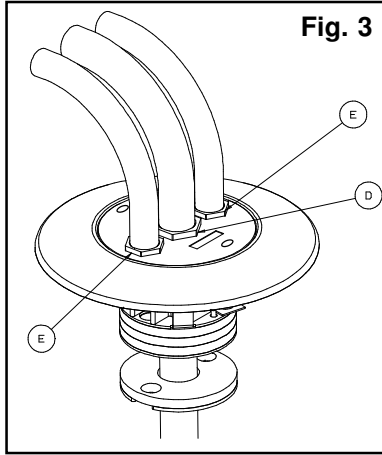

Fig. 3
**NOTICE:** For Power Service in multiple service applications, remove the center 3/4 inch die cast plug and replace with a 3/4 inch screw-in flexible conduit fitting **D** (furnished). **Fig. 3.** For single service applications remove the center knockout and install a 3/4 inch non-metallic Liquidtight connector. Coat cover mounting screw (two) countersinks with sealant compound in order to insure water tightness. Ten #12 AWG type THHN power wires may be fed up through the hole. Install the appropriate size junction box.
For Communication Service remove either or both 1/2 inch die cast plug(s) and replace with a 1/2-inch screw-in flexible conduit fitting(s) **E** (furnished). **Fig. 3.** One 25 pair telephone/data cable may be fed up through each hole. Apply Teflon tape or sealant over conduit fitting's threads. Use only liquidtight conduit (POLYTUFF) in order to insure liquid tightness. Openings must always be plugged (liquid tight) when not in use.
**AVIS –** Pour le service d'alimentation électrique dans des applications multiservices, retirer l'obturateur matricé central de 19 mm et le remplacer par un raccord fileté de 19 mm **D** (fourni) pour conduit flexible. **Fig. 3.** Pour applications avec service simple, retirer la débouchure centrale et fixer un raccord étanche de 19 mm non métallique. Recouvrir les deux vis de fixation encastrées du couvercle d'un composé assurant l'étanchéité à l'eau. Il est possible de faire passer jusqu'à dix fils d'alimentation électrique n° 12 AWG de type THHN dans l'ouverture. Installer une boîte de dérivation appropriée. Pour le service de communication retirer soit l'un ou l'autre obturateur matricé de 13 mm soit les deux et remplacer par un (des) raccord(s) fileté(s) de 13 mm **E** (fourni(s)) pour conduit flexible. **Fig. 3.** Il est possible de faire passer un câble téléphonique/données de 25 paires par chaque ouverture.
**AVISO -** Para el servicio eléctrico en las aplicaciones múltiples, quitar el obturador matricado de 19 mm en el centro y reemplazarlo por un ajuste de conducto flexible enroscable de 19 mm **D** (provisto). **Fig. 3.** Para las aplicaciones de servicio simple, quitar el tapón removible central e instalar un conector estanco no metálico de 19 mm. Cubrir las (dos) brocas de los tornillos de fijación de la tapa con compuesto sellador, para asegurar la impermeabilidad. A través del hueco pueden pasarse hasta diez cables eléctricos Núm.12 AWG de tipo THHN. Instalar la caja de derivación de tamaño apropiado.
Para el servicio de comunicaciones, quitar una de las clavijasmatricadas de 13 mm o ambas y reemplazarlas con ajustes de conducto flexible enroscable de 13 mm **E** (provistos). **Fig. 3.** A través de cada hueco puede pasarse un cable telefónico/de datos de 25 pares. Aplicar cinta de teflón o sellador sobre la rosca del ajuste de conducto. Usar sólo conductor impermeable (POLYTUFF) para asegurar la estanqueidad. Las aberturas deben estar siempre tapadas (herméticas) cuando no se usen.